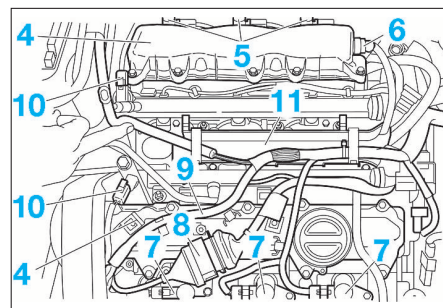

FIG. 69
- Désaccoupler le tuyau (6) (Fig.69).